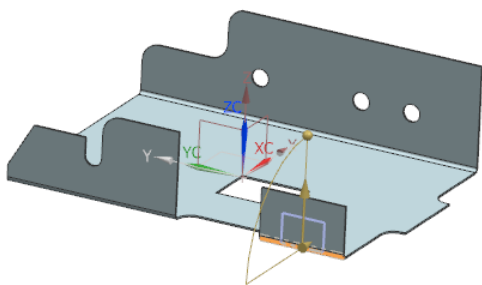

图 5-54 选择弯边
- (2) 设置“宽度选项”为完整，“长度”为30，“角度”为90，参考长度为“外部”，“内嵌”为“材料外侧”，在“折弯止裂口”和“拐角止裂口”下拉列表框中选择“无”。
- (3) 在视图去选择如图 5-54 所示的弯边。